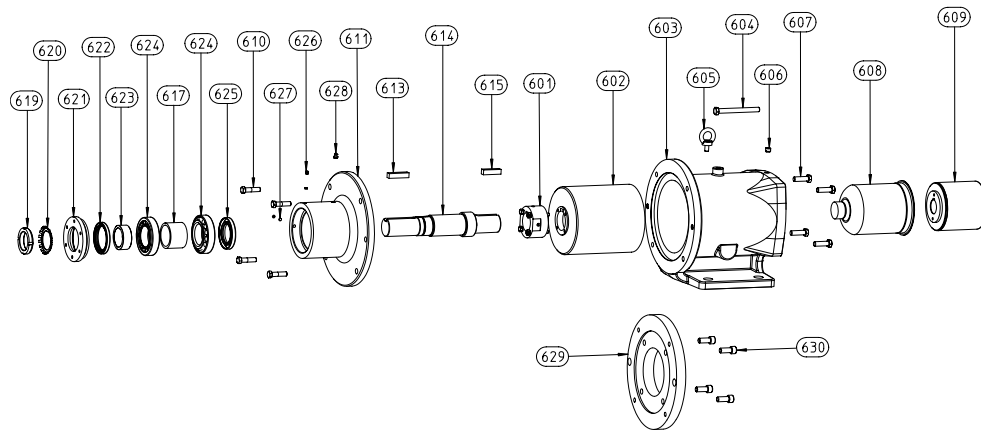
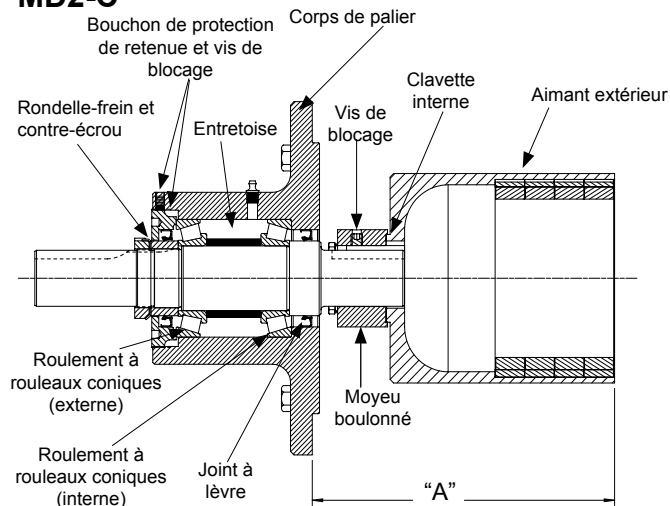

FIGURE 8
FIGURE 14
Le corps de palier d'un accouplement MD2-C présente deux roulements à rouleaux coniques bloqués en place par un bouchon de protection fileté. Le corps de palier est graissé depuis l'extérieur à l'aide du graisseur. Pour tout démontage supplémentaire, voir la **figure 8 page 6** et la **figure 14**, puis procéder de la manière suivante :
4. Un joint à lèvres est enfoncé dans le bouchon de protection et l'autre est enfoncé dans le corps de palier. Ne pas déposer les joints à lèvres sauf s'ils doivent être remplacés. S'ils sont déposés, faire attention à l'orientation illustrée à la **figure 14** lors de la mise en place de nouveaux joints à lèvres.
Selon l'état des corps de palier, remplacer ou regarnir les roulements existants en les nettoyant et en les garnissant de graisse universelle NLGI N°2. Remplacer les joints à lèvres si besoin est. Voir la figure 14 pour l'orientation des joints à lèvres.